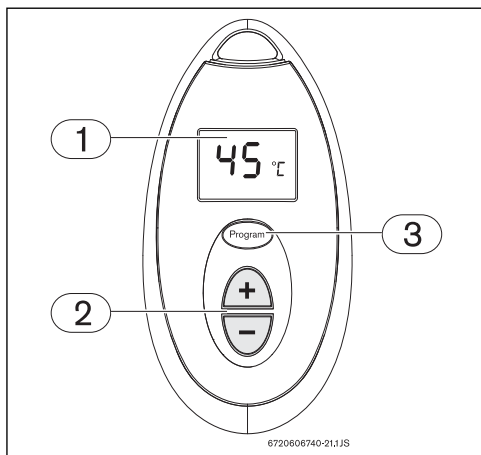

Fig. 28 Mémorisation de la température de l'eau
- Appuyez sur les touches ou dans la télécommande (Fig. 28 , [pos. 2]), jusqu'à ce que la température apparaisse dans l'écran de la télécommande (Fig. 28, [pos. 1]).
- Vous pouvez maintenant mémoriser cette température en appuyant sur la touche de programme dans la télécommande (Fig. 28,[pos. 3]) pendant 3 secondes.